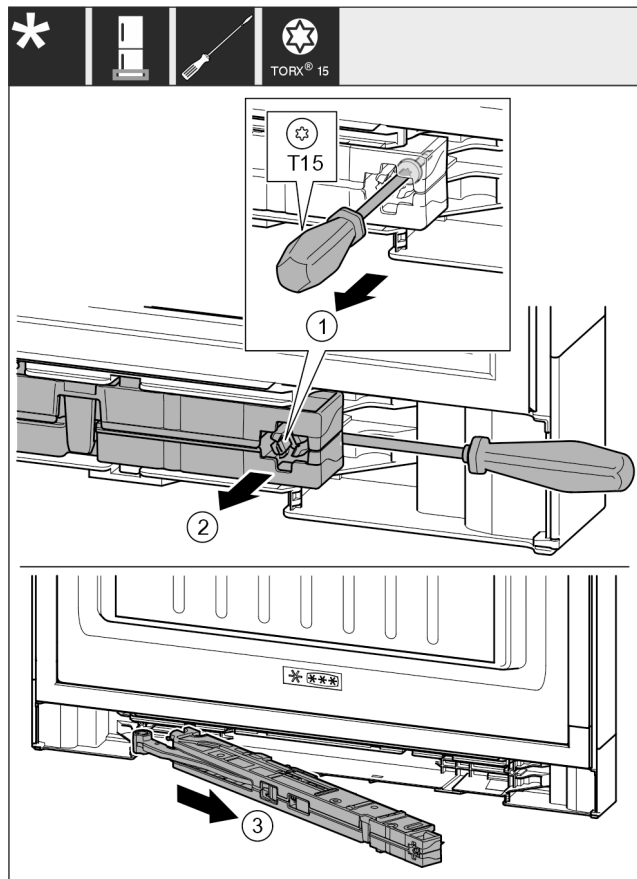

Fig. 17
- ▶ Ослабьте винт Fig. 17 (1) на узле амортизатора закрывания двери с помощью отвертки на 14 мм.
- ▶ При помощи отвертки отведите узел амортизатора закрывания двери Fig. 17 (2) со стороны ручки вперед.
- ▶ Извлеките узел амортизатора закрывания двери Fig. 17 (3).